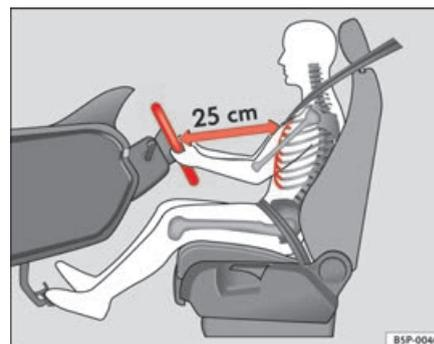

Fig. 98 Position de conduite correcte
- Réglez le volant jusqu'à ce que vous obteniez la position souhaitée ⇒ fig. 98.
- Réglez le siège du conducteur ou le volant de sorte que la distance entre celui-ci et votre thorax soit au moins de 25 cm ⇒ page 136, fig. 98. Si vous ne respectez pas cette distance minimale, le système d'airbags est dans l'incapacité de vous protéger – danger de mort !